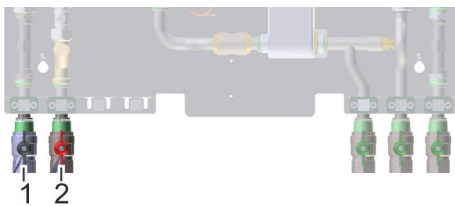

Abb. 30: Anschlusskupplungen Heizleitungen
1. ➔ Vorlauf Hauptzuleitung Heizung an den Vorlauf Hauptzuleitung Heizungsanschluss (Abb. 30/2) anschließen und von Hand festdrehen.
2. ➔ Rücklauf Hauptzuleitung Heizung an den Rücklauf Hauptzuleitung Heizungsanschluss (Abb. 30/1) anschließen und von Hand festdrehen.